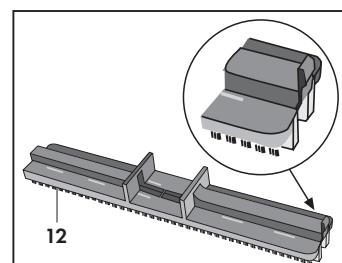

Abb. 15
- Einsatz mit Gummileisten um harte Flächen zu bedämpfen und/oder mit Reinigungsmittel zu besprühen (**Abb. 15**).